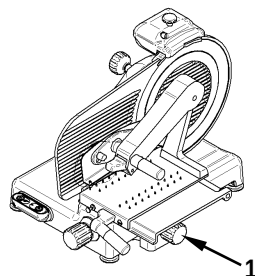

Рис.36
- проверить надежность закрепления подноса при помощи блокировочной ручки (Рис. 36 ссылка 1);